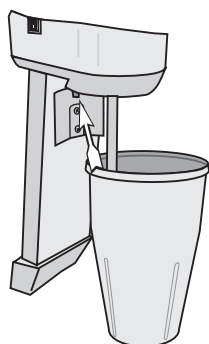

Fig. 16
- 3 Inserire il contenitore nell'apposito supporto per innescare il microinterruttore che determina l'azionamento del motore (Fig. 16).